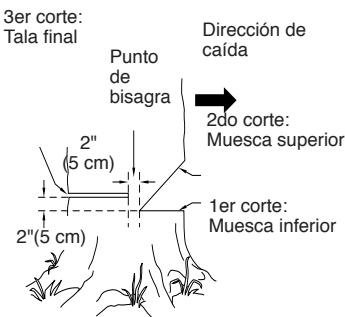

Figura 12 - Tala de un árbol
1. Haga el corte inferior de la muesca tan cerca del suelo como sea posible. Sujete la sierra de modo que la barra de guía se encuentre en posición horizontal. Corte a través del tronco del árbol hasta atravesar 1/3 de su diámetro (vea la Figura 12). Nota: Haga siempre este corte inferior horizontal en primer lugar. Si la hace en segundo lugar, el árbol puede presionar la cadena o la barra de guía.
2. Comience el corte superior de la muesca a una distancia del corte inferior igual a la profundidad de éste. Por ejemplo: Si el corte inferior tiene una profundidad de 20 cm, comience el corte superior 20 cm por encima de aquél. Corte en dirección hacia abajo y a un ángulo de 45°. El corte superior de la muesca debe llegar y unirse al punto final del corte inferior (vea la Figura 12).
1. Haga el corte de tala final 5 cm por encima del corte inferior de la muesca y sobre el lado opuesto del árbol (vea la Figura 12). Mantenga el corte de tala final paralelo al corte inferior de la muesca.